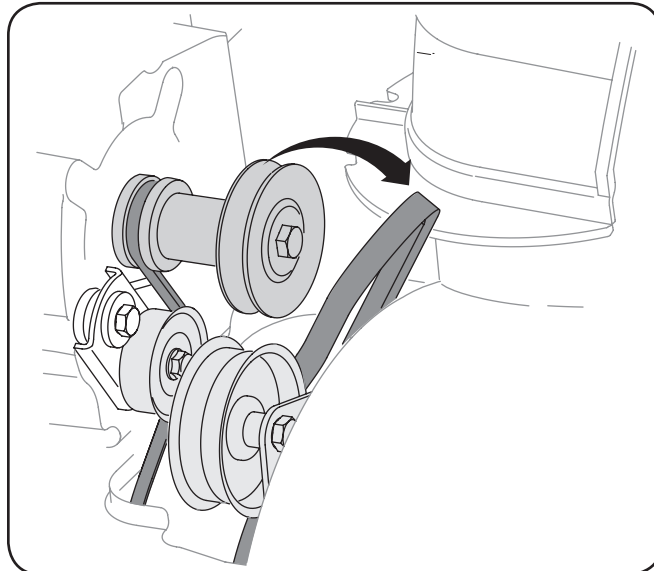

Figure 7-3
4. Faites glisser la courroie de la tarière hors de la poulie du moteur. Voir Figure 7-3.